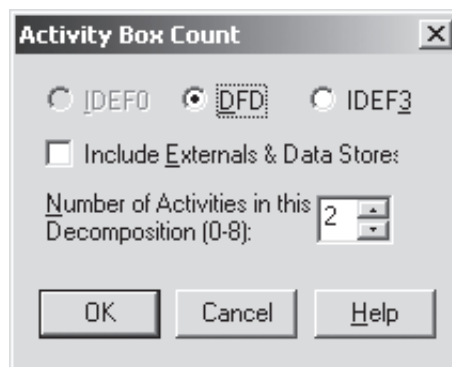

Рис. 15.1. Выбор нотации DFD в диалоге Activity Box Count
2. В диалоге Activity Box Count выберите количество работ 2 и нотацию DFD (рис. 15.1).